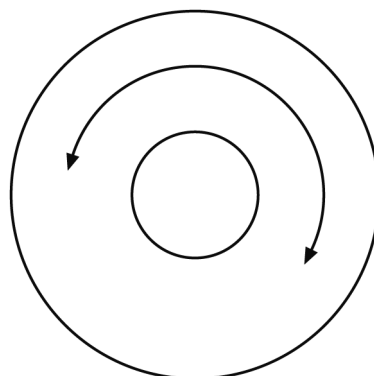

Рис. 19
- Поворачивайте маховое колесо в обратном направлении (рис. 19) до тех пор, пока трубка снова не будет прилегать к корпусу машины.